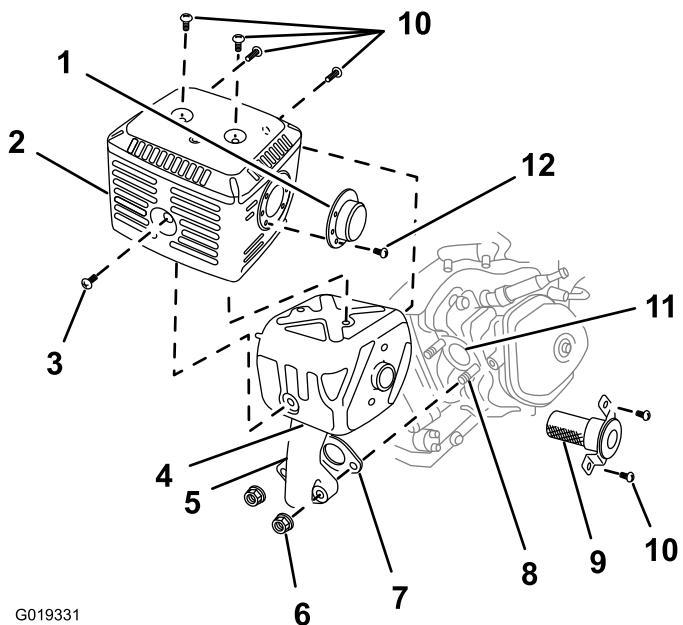

Figure 45
5. Retirez les 2 écrous (8 mm) et déposez le silencieux du cylindre (Figure 45).
6. Retirez les 3 vis (4 mm) du déflecteur d'échappement et déposez le déflecteur (Figure 45).
7. Retirez les vis (5 mm et 6 mm) du protecteur du silencieux, et déposez le protecteur (Figure 45).
8. Retirez les vis (4 mm) du pare-étincelles et déposez celui-ci du silencieux (Figure 45).